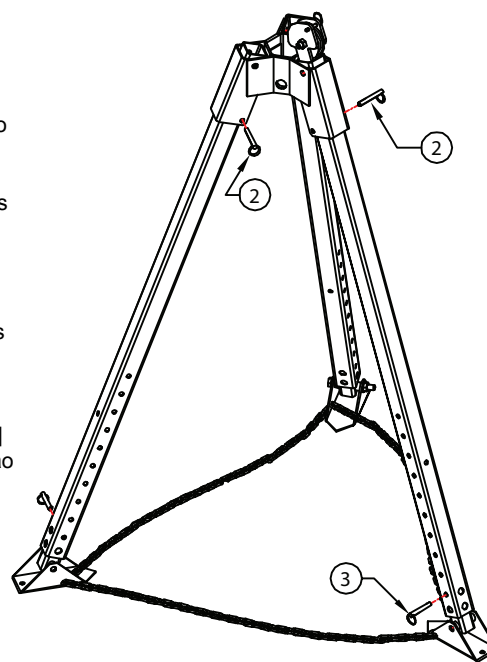

FIG. 2
3. Abra totalmente as 3 pernas. Instale os pinos de bloqueio das pernas [2] em 3 locais para as fixar numa posição aberta (Consulte a Fig. 2).